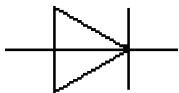
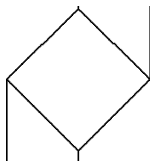
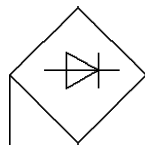

图 15-102 二极管
图 15-103 四边形
图 15-104 移动二极管
(2) 移动二极管。将前面绘制的如图 15-102 所示的二极管移动到如图 15-103 所示的结构线路图的四边形中。方法为:单击“默认”选项卡“修改”面板中的“移动”按钮,在对象捕捉绘图方式下,关闭正交功能,捕捉二极管的等边三角形中心的位置作为移动基点,将二极管移动到四边形中央,移动结果如图 15-104 所示。